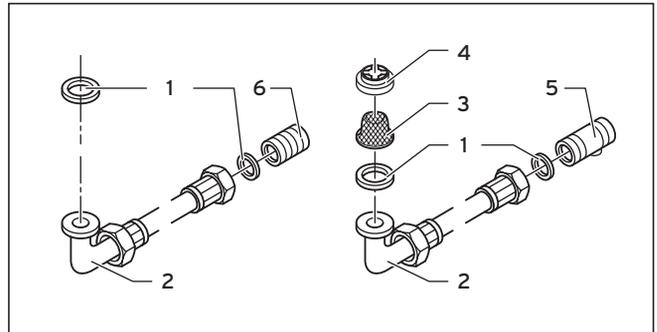

Abb. 5.1 Anschlussstücke
- Setzen Sie den Wassermengenbegrenzer (4) und den Wasserfilter (3) gemäß Abb. 5.1 in den Kaltwasser-Anschluss des Geräts.